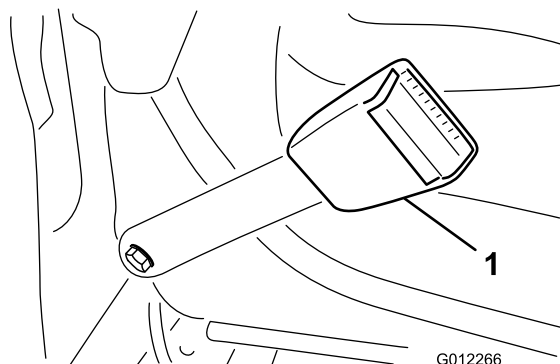

Figura 6
1. Monte cada extremidade de cada metade do cinto de segurança nos orifícios da parte posterior do banco, utilizando 2 parafusos (7/16 pol. x 1 pol.), anilhas chatas (7/16 pol.) e anilhas de segurança (7/16 pol.) (Figura 6).